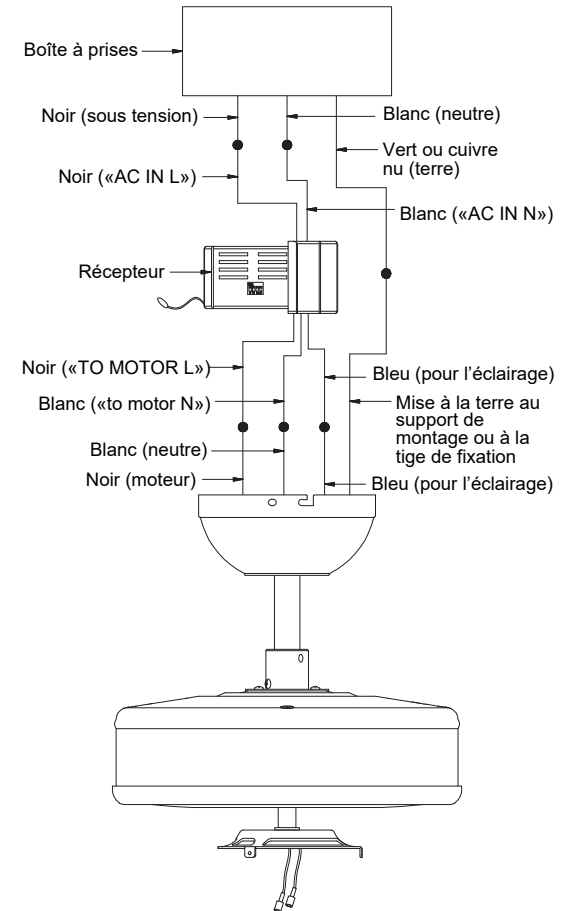

Fig. 14
Étape 2. Connexions électriques entre le moteur et le récepteur : (Fig. 14) Connectez le fil NOIR du ventilateur au fil noir marqué "TO MOTOR L" du récepteur. Connectez le fil blanc du ventilateur au fil blanc marqué "TO MOTOR N" du récepteur. Connectez le fil bleu du ventilateur au fil bleu marqué pour l'éclairage "FOR LIGHT" du récepteur. Sécurisez toutes les connexions de fils avec les serre-fils en plastique (fournis).
Étape 3. (Fig. 14) Connexions entre récepteur et fils d'alimentation du domicile : Connectez le fil noir (sous tension) du plafond au fil noir marqué "AC in L" du récepteur. Connectez le fil blanc (neutre) du plafond au fil blanc marqué "AC IN N" du récepteur. Sécurisez les connexions de fils avec les connecteurs en plastique (fournis).
Étape 4. (Fig.14) Si la boîte à prises a un fil de masse (vert ou cuivre nu), le connecter aux fils de mise à la terre du ventilateur : en l'absence de ce fil, connecter le fil de mise à la terre du ventilateur au support de montage. Sécurisez la connexion du fil avec l'écrou en plastique (fourni). Après avoir connecté les fils, séparez-les de sorte que les fils verts et blancs se trouvent sur un côté de la boîte à prises et les fils noirs et bleus de l'autre côté. Introduisez prudemment les raccordements des fils dans la boîte à prises.